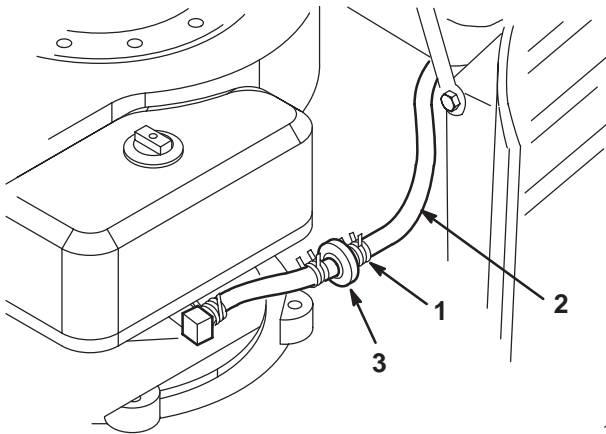

Bild 31
3. Drücken Sie die Enden der Schlauchklemme zusammen und schieben sie an der Kraftstoffleitung nach oben zum Kraftstofftank (Bild 31).
4. Ziehen Sie die Kraftstoffleitung vom Filter (Bild 31) herunter und lassen das Benzin in einen Benzinkanister oder eine Auffangschale ablaufen.
Tauschen Sie den Kraftstofffilter am besten aus, wenn der Tank leer ist (Bild 31). Bringen Sie niemals einen schmutzigen Filter wieder an, nachdem Sie ihn von der Kraftstoffleitung entfernt haben.
4. Drücken Sie die Enden der Schlauchschellen zusammen und schieben sie vom Filter weg (Bild 31).